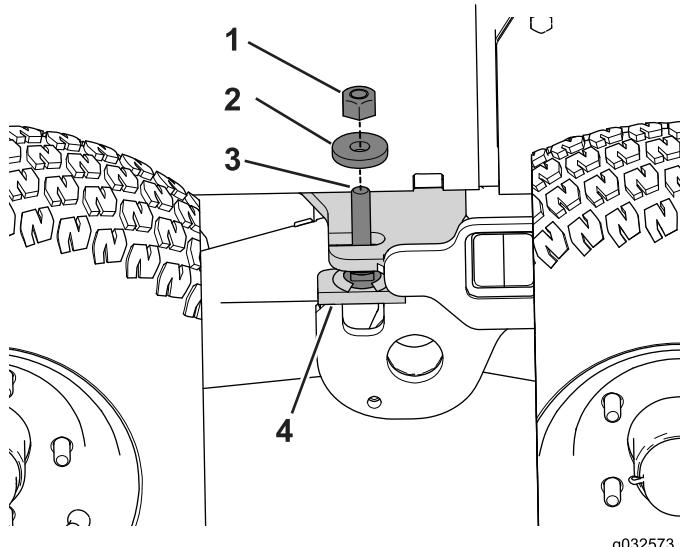

図 91
10. ボギーストップアセンブリについているねじ山付きスタッドに、ロックナットとワッシャを取り付ける図 91。